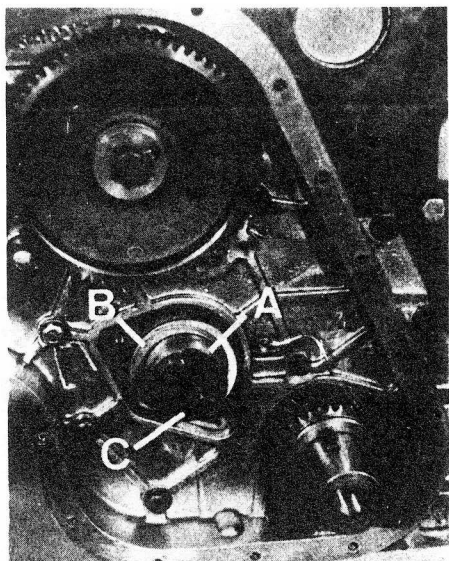

Fig. A3-70 Montaje del engranaje de enlace
- 2.6. Instalar el eje, A (Fig. A3-70) del engranaje de enlace, sujetándolo con dos tornillos en forma provisional para facilitar el posterior montaje del engranaje. Instalar la arandela, B, de suplemento, con las acanaladuras de engrase hacia el exterior.
- 2.8. Desmontar los dos tornillos, C (Fig. A3-70) que se habían montado provisionalmente para sujetar el eje, A.